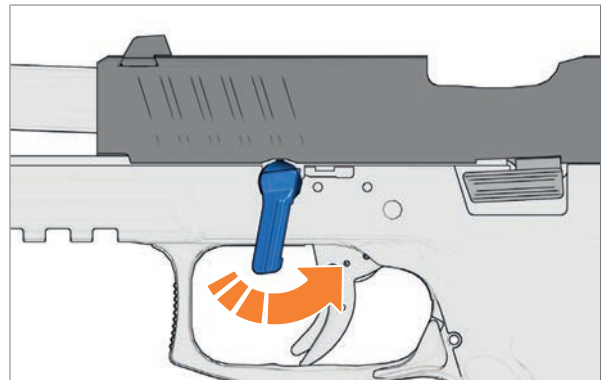

Abb. 71: Demontagehebel gegen den Uhrzeigersinn drehen
7. Demontagehebel bis zum Anschlag gegen den Uhrzeigersinn drehen (Abb. 71).